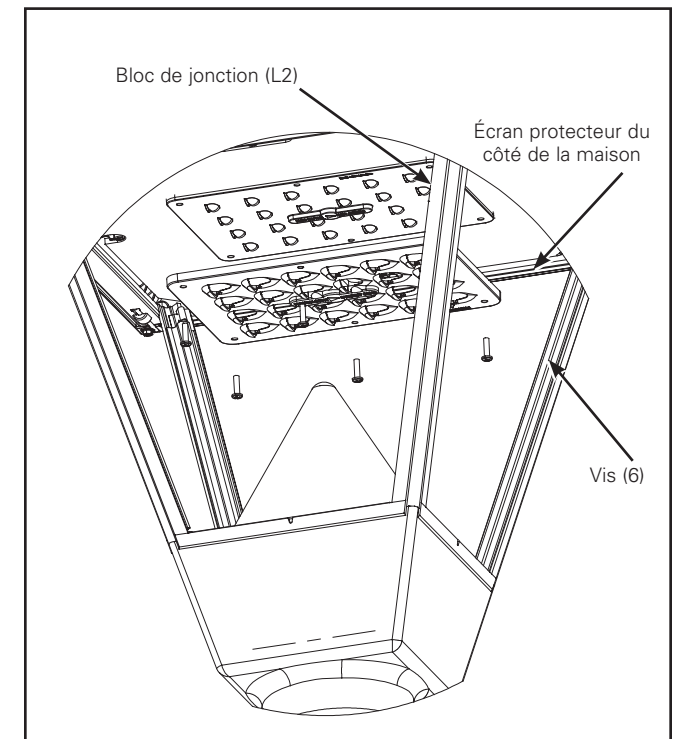

Figure 6.
Installation de l'écran protecteur du côté de la maison (1 par DEL) (figure 6)**Outils requis :**
2. Installez l'écran protecteur du côté de la maison avec les vis cruciformes #10 de ½ po fournies. Serrez jusqu'à ce que l'écran protecteur soit bien ajusté. Ne serrez pas trop (figure 6).